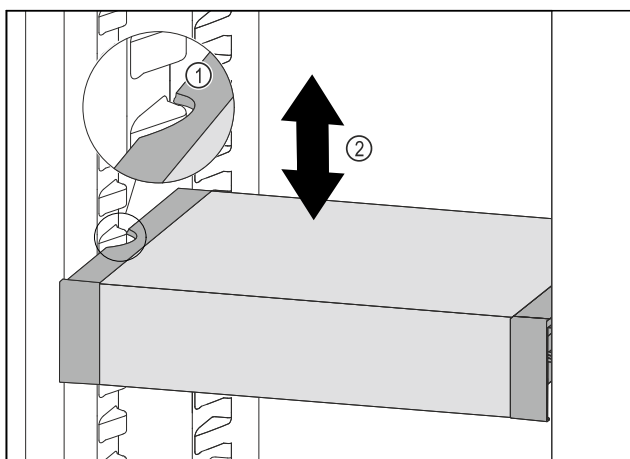

Fig. 77
- VarioSafe w chłodziarce przesunąć w górę lub w dół, aż zostanie osiągnięta żądana wysokość. Fig. 77 (2)